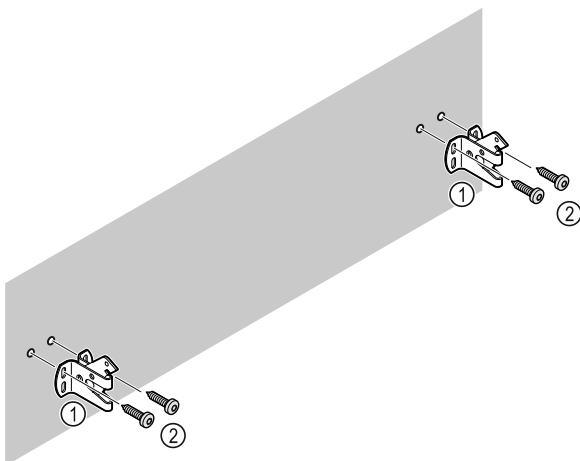

Fig. 12
Afhankelijk van de eigenschappen van de wand (hout, beton) geschikt bevestigingsmateriaal (bijv. pluggen) en voldoende bevestigingspunten gebruiken Fig. 12 (2).
- ▶ Borghaken bevestigen. Fig. 12 (1)